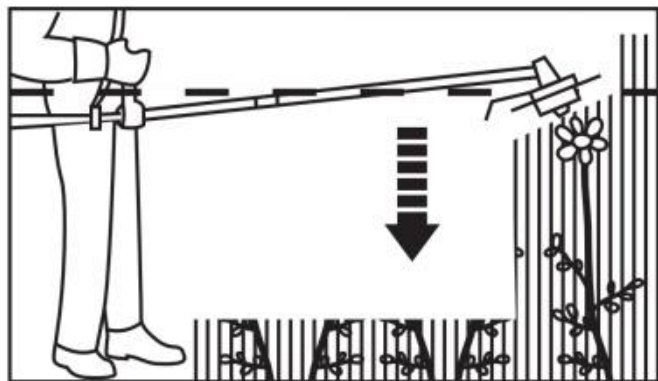

Fig. 43
4. Nunca sostenga el cabezal de corte más arriba de la cadera (Fig. 43); cuanto más alto sostenga el cabezal de corte, mayor será el riesgo de que salgan disparados los objetos.